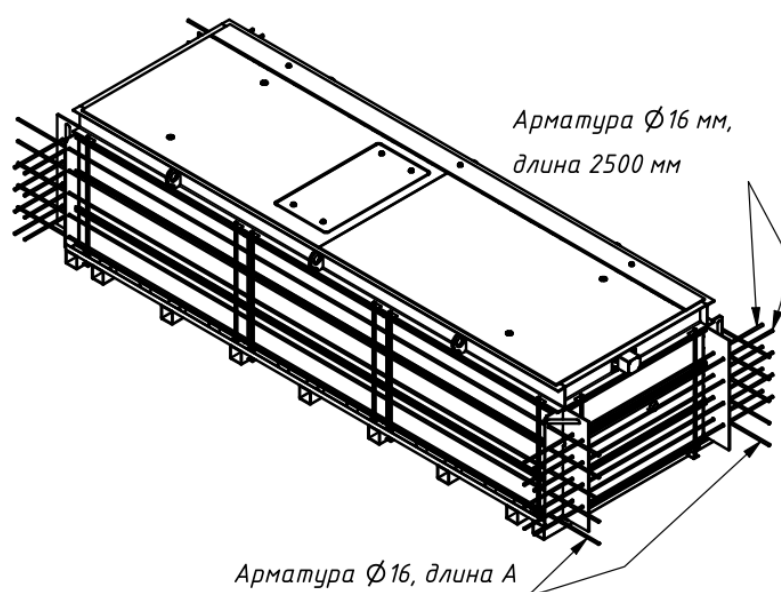

Рис.3
1.2.4. Установить арматурные прутки $\varnothing 16$ мм в отверстия боковых ребер блокиратора (рис.3)